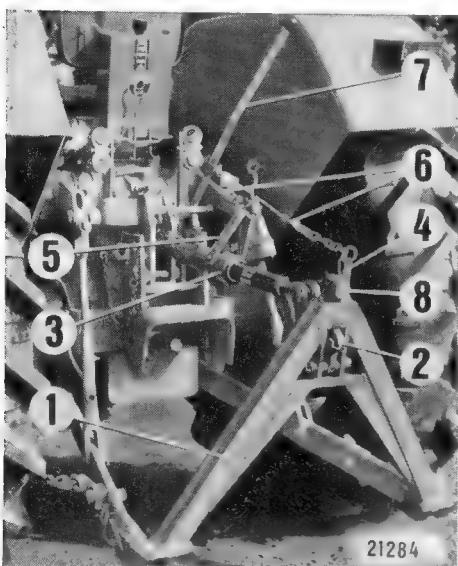

Fig. 45
Déverrouiller à l'aide de la manette (⑦ — Fig. 45) le bras supérieur télescopique (**Attention!** Le triangle mâle «TRACTEUR» se rabat vers le sol).
Descendre le trois points; au moment où l'outil porté touche le sol, déverrouiller à l'aide de la manette (⑦ – Fig. 45) le bras supérieur et le décliquetage du triangle femelle.